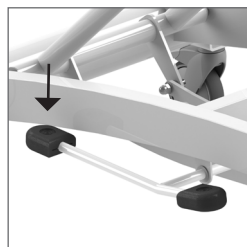

Figura 3. Spostamento verso l'alto.
- La barella viene sollevata premendo lentamente e in modo uniforme la parte lunga del pedale (*Vedere figura 3*).